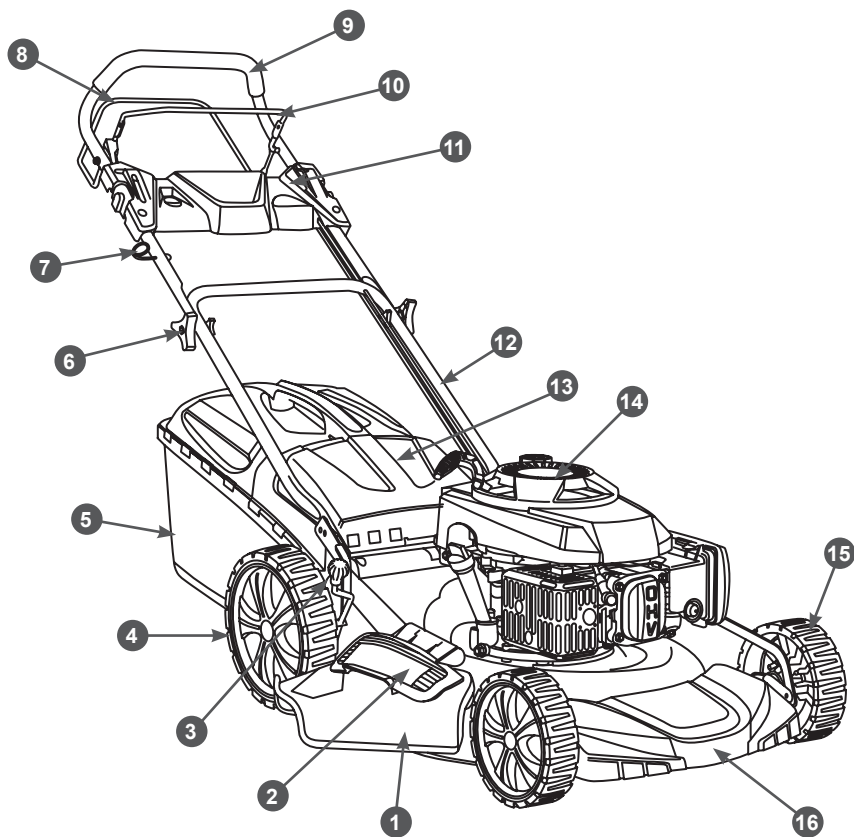
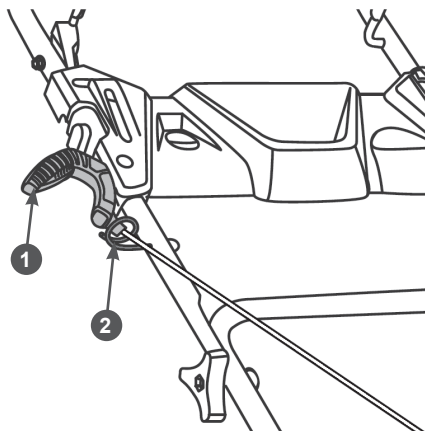

Рис. 1 Основные узлы и органы управления газонокосилки
Рис. 6 Крепление ручки стартера на рукоятке
Расположение основных узлов и органов управления показано на Рис. 1, 2.
6. Закрепите ручку стартера на кронштейне на рабочей рукоятке. Для этого нажмите рычаг 9 остановки двигателя (Рис. 1) и медленно потяните за ручку стартера, чтобы вытянуть шнур из корпуса стартера на требуемую длину. Затем пропустите шнур стартера через витки кронштейна и отпустите ручку стартера. Ручка стартера должна зафиксироваться на кронштейне, как показано на Рис. 6.